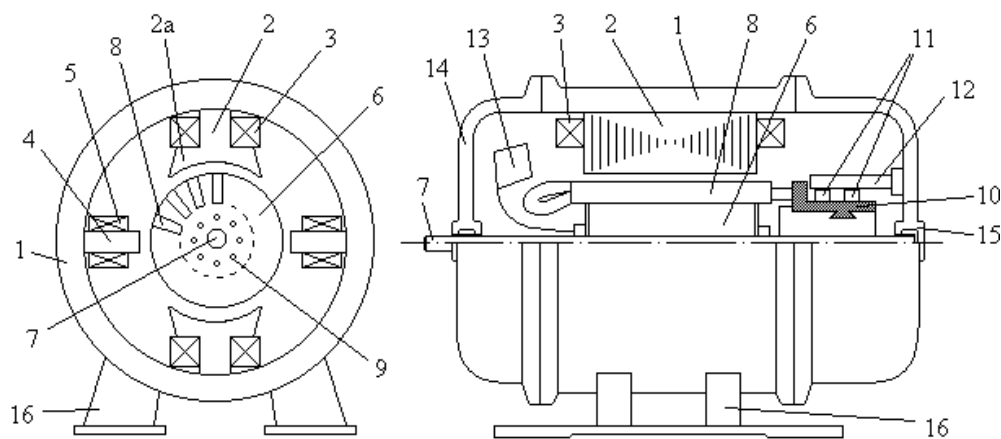

Рисунок 1
6. На рис.1 схематично зображена машина постійного струму. Цифрами позначені наступні елементи статора машини: